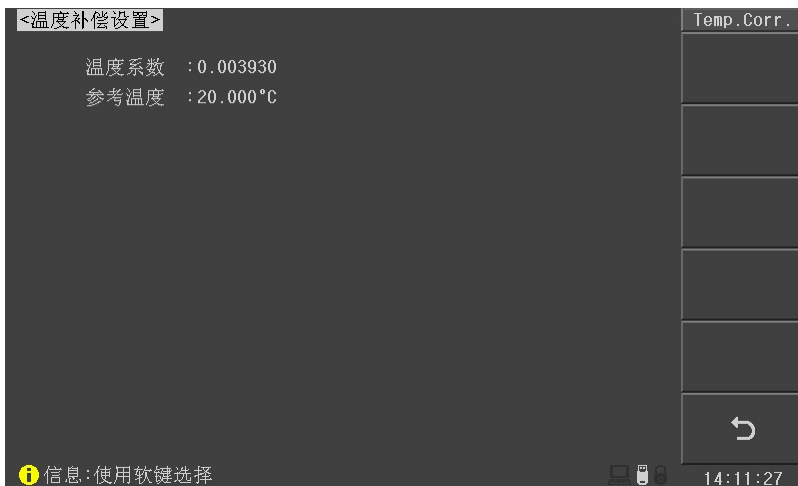

图 4-2-2-2 温度补偿设置页面
**温度补偿：**该功能配合温度探头使用，将当前温度下测试得到的直流电阻值转换到用户设定的参考温度时的直流电阻值。用户可以选择打开或者关闭温度补偿功能，温度补偿功能打开时，将在测量显示页面显示温度值。按温度补偿设置软键，进入<温度补偿设置>页面，如图 4-2-2-2 所示：